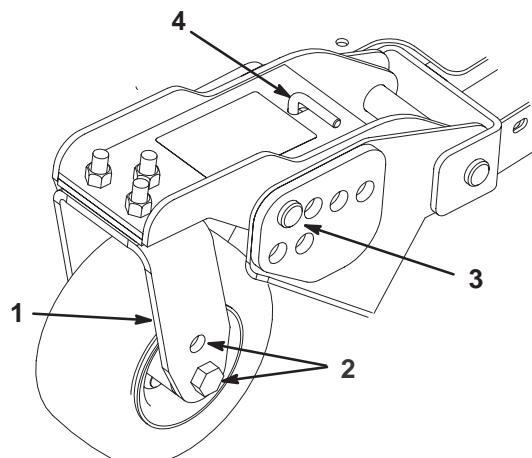

Figure 16
4. Enlevez les goupilles fendues et les axes de chape des bras pivotant (Fig. 16).
5. Tournez la tige de tension pour éléver ou abaisser le bras de pivot jusqu'à ce que les trous soient en face des trous du support de hauteur de coupe sélectionnée dans le bâti du plateau de coupe (Fig. 16 & 17)